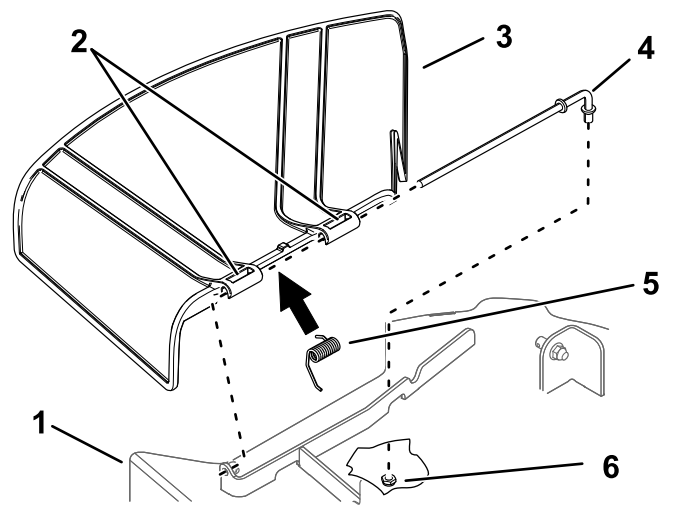

Bild 78
1. Nehmen Sie die Mutter ($\frac{3}{8}$ ") aus der Stange unter dem Mähwerk ab (Bild 78).
2. Schieben Sie die Stange aus der Mähwerkhalterung, der Feder und dem Ablenklech (Bild 78).
4. Montieren Sie das neue Ablenklech (Bild 78).
7. Schieben Sie die Stange durch den zweiten Drehzapfen am Grasablenkblech (Bild 78).
9. Befestigen Sie das hintere Stangenende mit einer Mutter ($\frac{3}{8}$ ") am Mähwerk, wie in Bild 78 abgebildet.